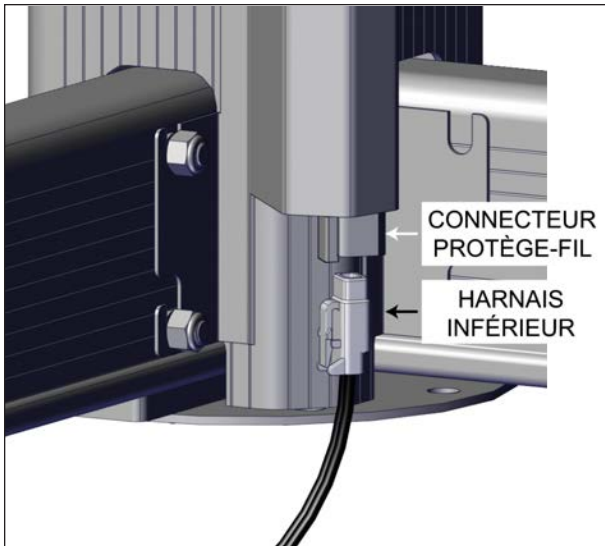

FIGURE 39: CONNEXION DU PROTÈGE-FIL
12. Brancher le harnais venant de l'opérateur au connecteur du protège-fil. Le harnais de l'opérateur est relié au fil de l'interrupteur à clé. Couper l'attache autobloquante qui relie les deux fils. Brancher le harnais de l'opérateur au connecteur du protège-fil, voir Figure 39.